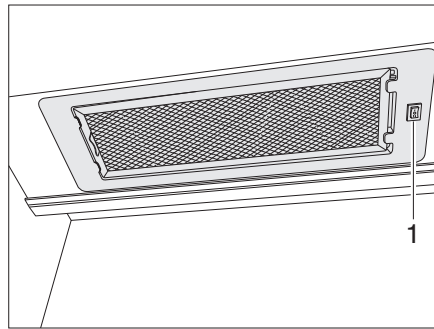

Fig. 142 Hotte aspirante
- Allumer et éteindre la hotte aspirante avec l'interrupteur (Fig. 142,1).